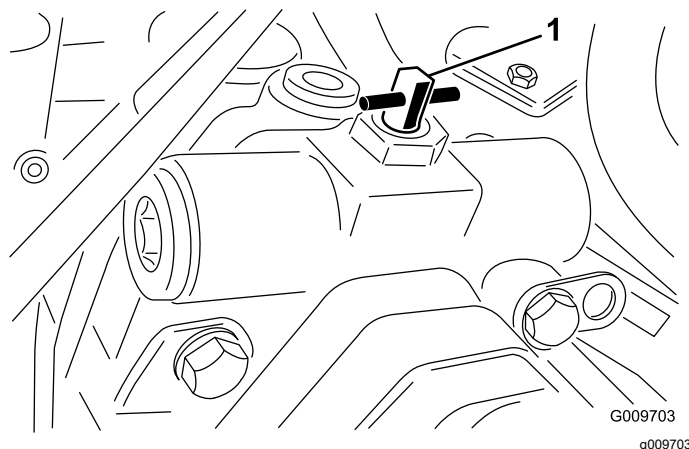

Figura 102
6. Cierre la válvula de desvío de remolcado volviéndola a girar 90° (un cuarto de vuelta) antes de arrancar el motor (Figura 102).